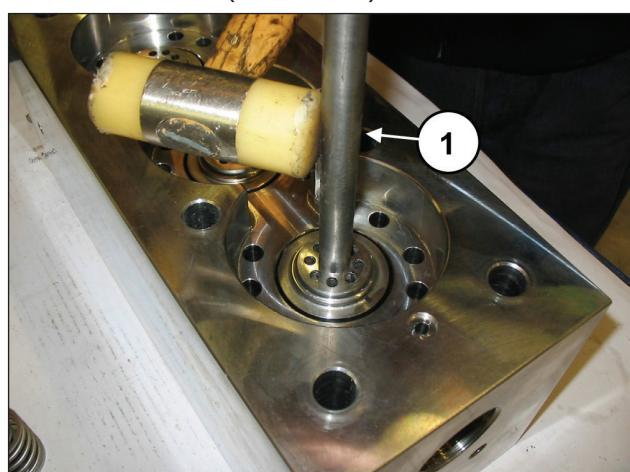

图 104
如果阀座由于形成水垢或氧化物而被阻塞在阀头上，则必须通过将专用工具（代码034300020）插入排出孔 (①, 图 104) 中来释放阀座。